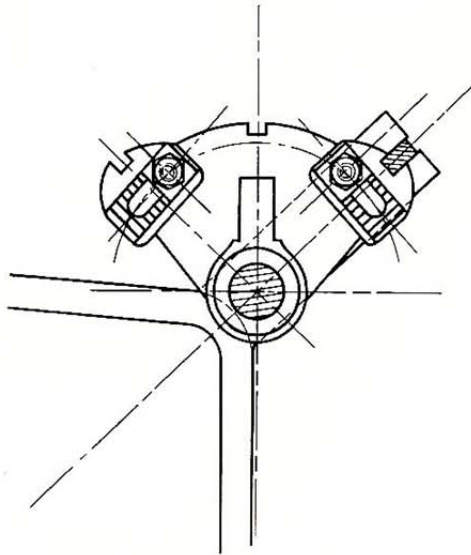

Fig. 29
- Tourner le brabant pour vérifier que l'étau du corps gauche est lui aussi perpendiculaire . Corriger, si nécessaire, cet aplomb en agissant sur les cliquets du brabant (fig. 29) . Il faut, en principe, que les 2 cliquets soient réglés au même cran .